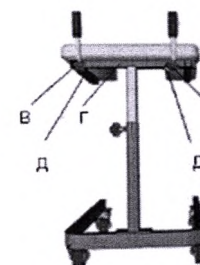

Рис.4
2) Регулировка положения ручек (рис. 4)